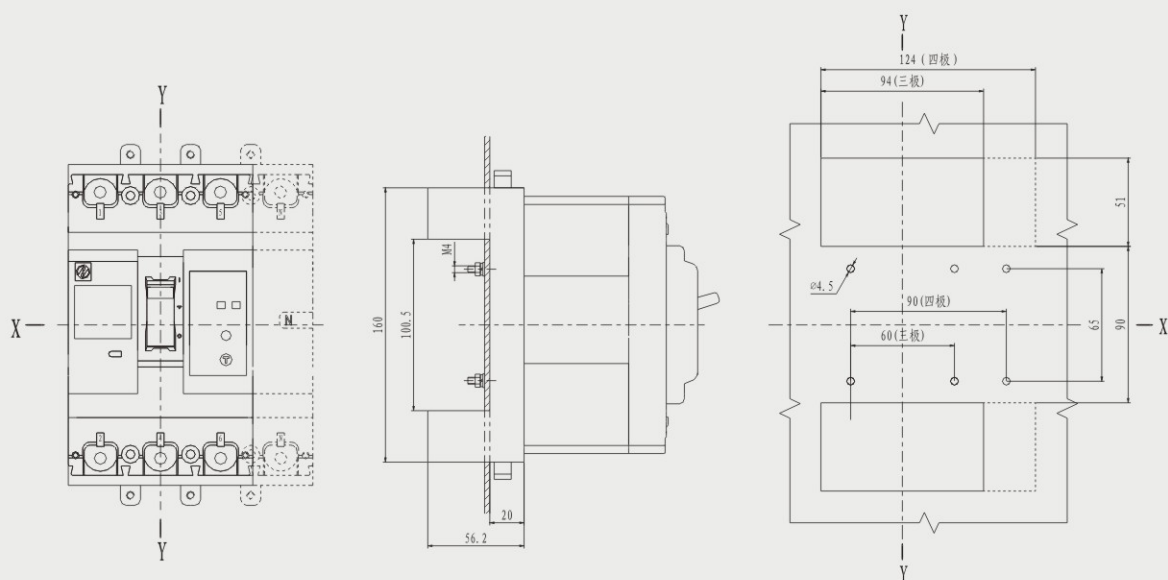

图5
4. HSL6-100 (H、L) 插入式板后接线外形及安装、开孔尺寸 (三极、四极) 见图5